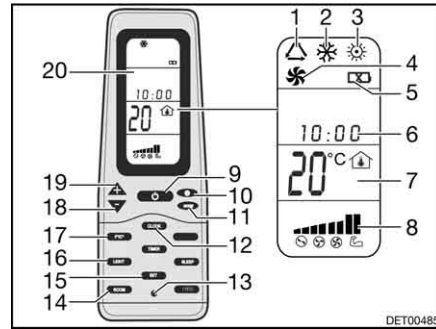

Bild 150 Fjärrstyrning
- Tryck på knappen ON/OFF (Bild 150,9).
- Tryck så många gånger på knappen "Mode" (Bild 150,11) tills önskad driftstyp (Bild 150,1, 2, 3 eller 4) visas på displayen (Bild 150,20).
- Ställ in önskad temperatur med knapparna "+" (Bild 150,19) och "-" (Bild 150,18).
- Med knappen Fläktvarvtal (Bild 150,10) väljs önskad fläktkapacitet.